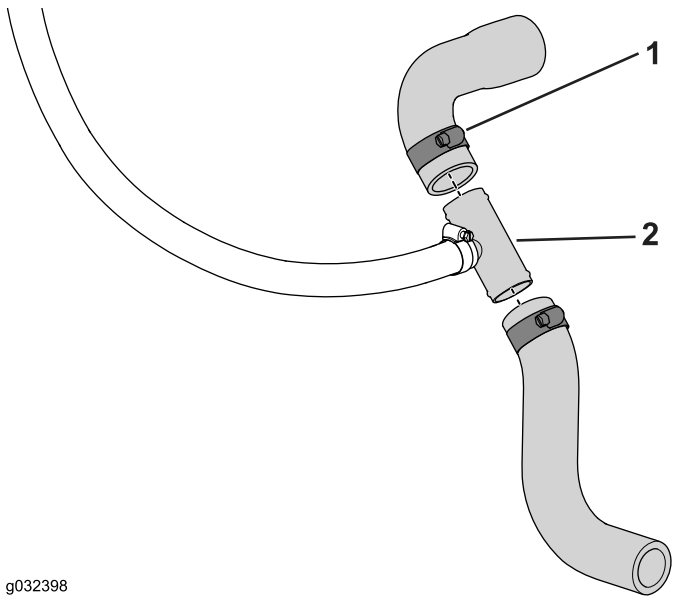

Bild 19
3. Schieben Sie die Schnittenden auf das T-Anschlussstück und befestigen es mit der Schlauchklemme, wie in **Bild 19** abgebildet.